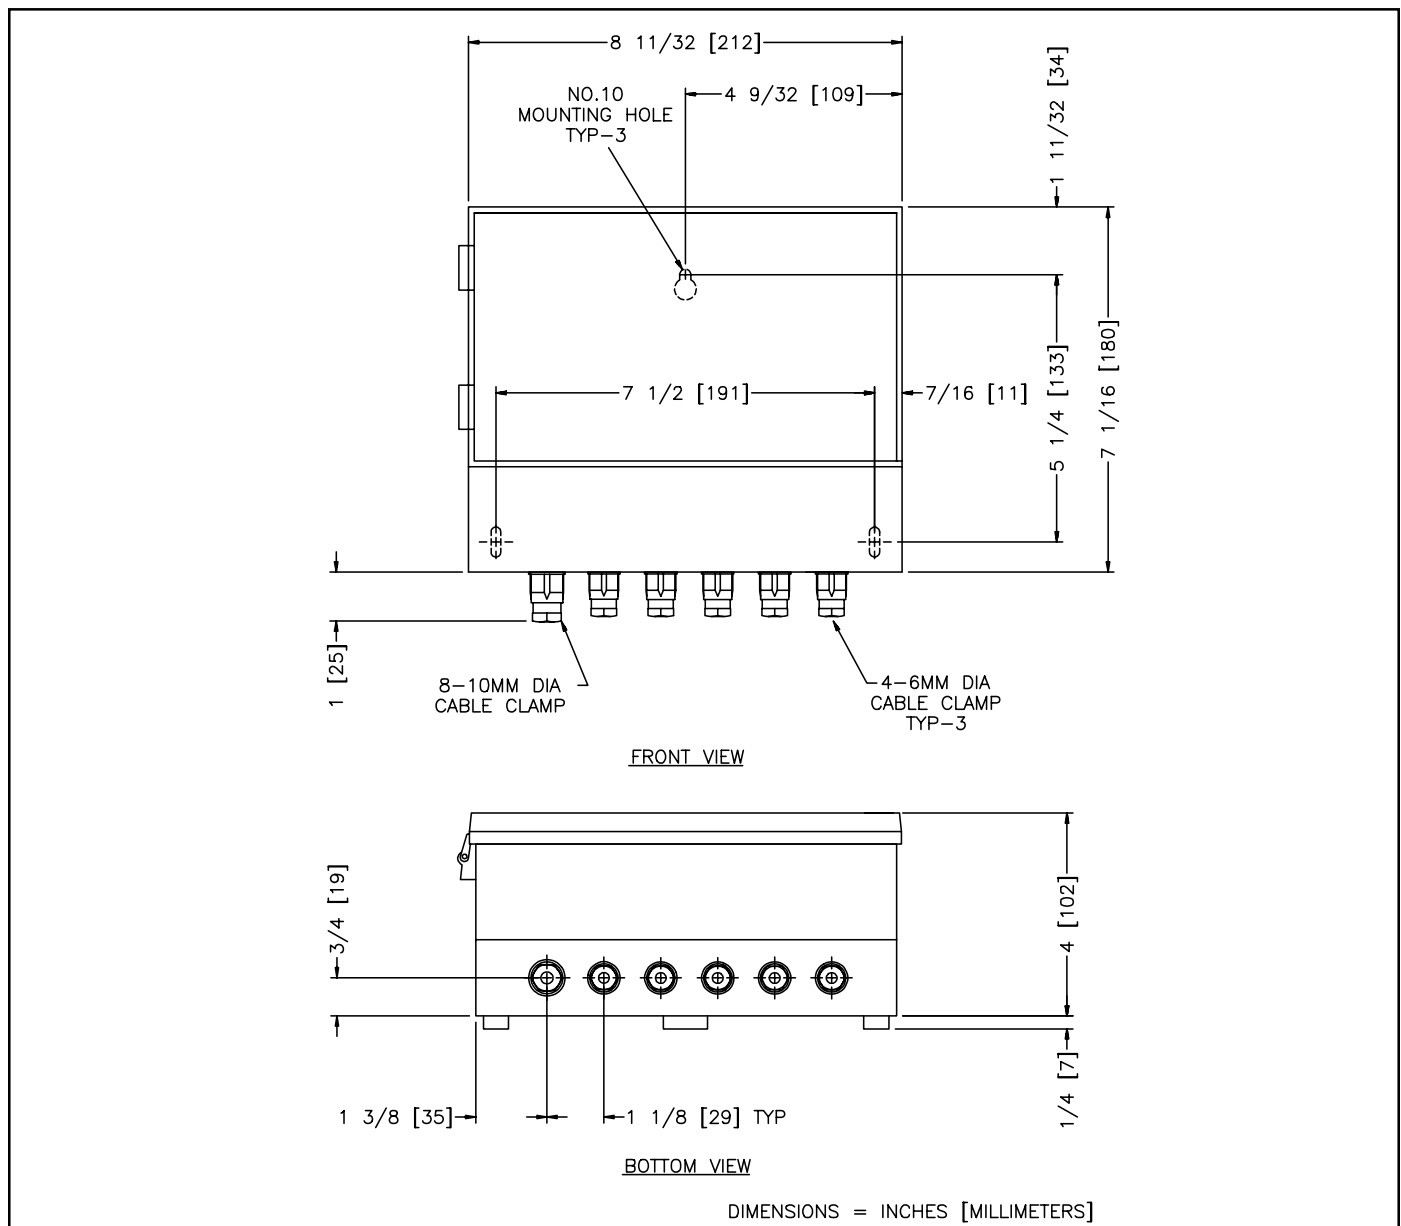

Figura 1 – Dimensiones del Controlador
### 2.1 Montaje (Ver figura 1)
En el fondo del encerramiento del controlador se localizan siete (7) huecos dimensionados para los conectores de los cables, tal como se muestran en la Figura 1. Los terminales para el cableado son diseñados para aceptar alambre desnudo AWG 22 a AWG 16 liso retorcido de 1/4" (5 mm). Se requiere una caja de empalmes separada si los cables van a ser tendidos en tubos (conduits) o si se usa un tamaño de alambre mayor a AWG 16. Antes del montaje, el cableado se puede hacer más fácilmente descansando o apoyando el controlador sobre una superficie horizontal.